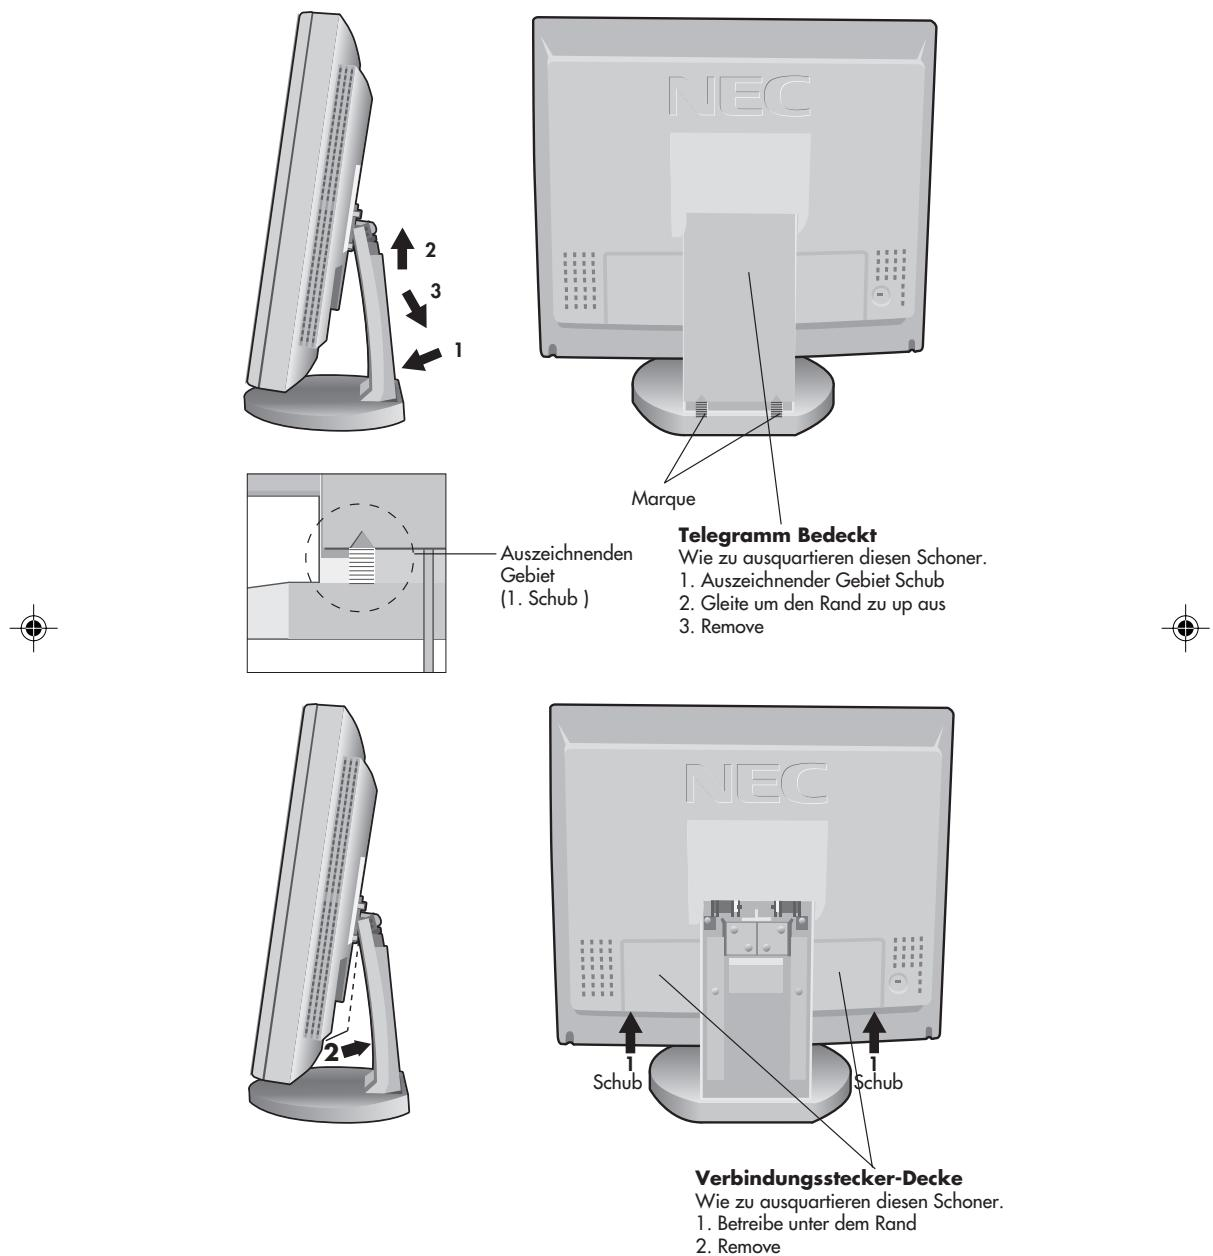

Figure E.1
4. Verbinden Sie ein Ende des Netzkabels zur MultiSync LCD Folge Monitor und das andere Ende zum Macht-Abfluß (**Figure E.1**). Ersetzen Sie Verbindungsstecker, decken Sie und Kabel-Decke (**Figure E.1**).